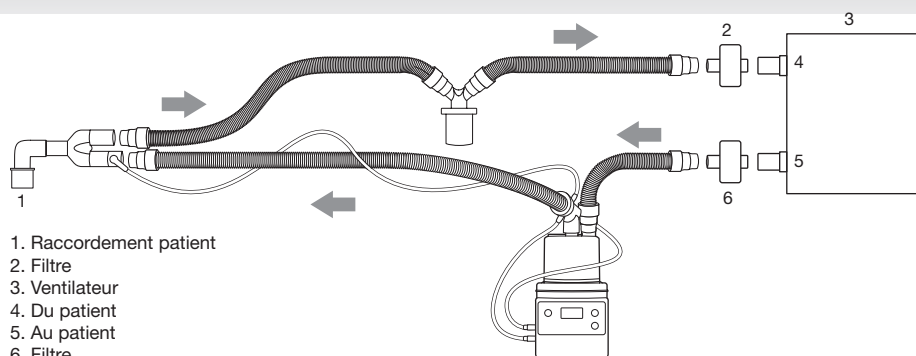

Figure 3-7 Circuit de ventilation à fil chauffé avec humidificateur
2. Installez un circuit de ventilation à deux branches et un système d'humidification en fonction des exigences du patient. Voir les figures 3-7, 3-8 et 3-9 pour les options de configuration.